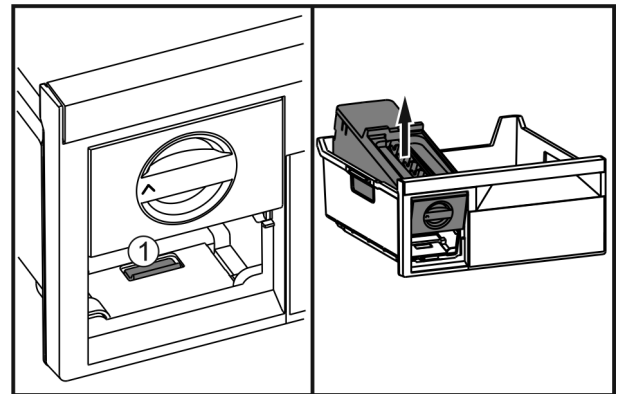

Fig. 20
- Lasche Fig. 20 (1) drücken, EasyTwist-Ice von hinten anheben und aus dem Gefrierschubfach herausnehmen.